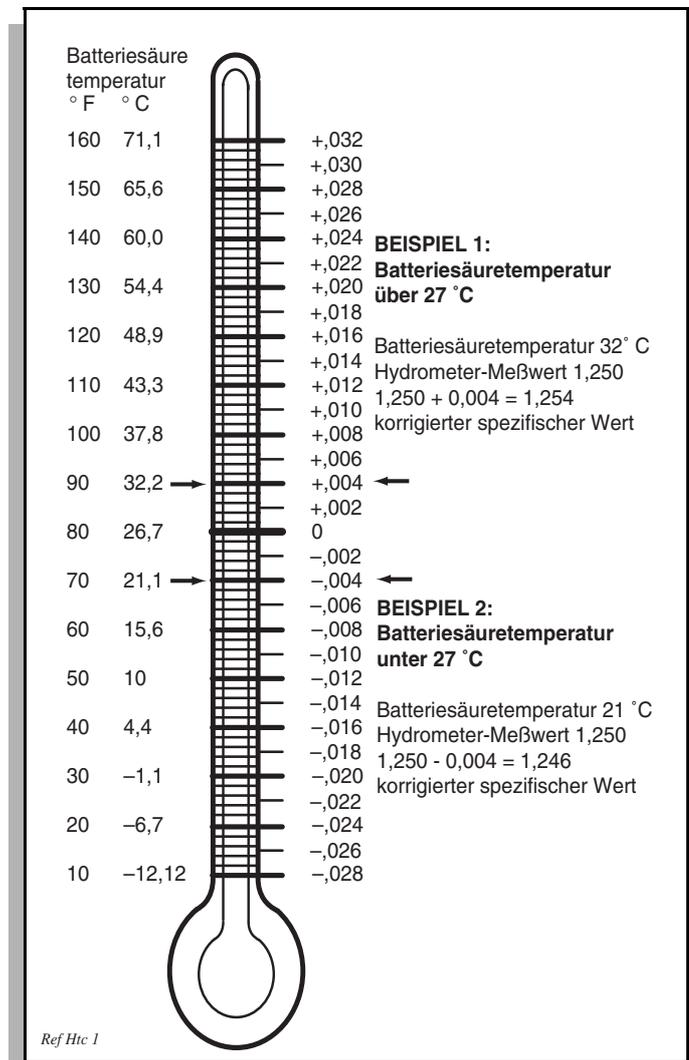

Abb. 31 Hydrometer-Temperaturkorrektur
4. Alle 6 °C über oder unter 27 °C jeweils 4 Punkte (0,004) addieren oder subtrahieren. Den Meßwert auf die Batteriesäuretemperatur abstimmen. Beispiel: Wenn die Messung ein spezifisches Gewicht von 1,250 bei einer Batteriesäuretemperatur von 32 °C ergibt, sind vier Punkte (0,004) zu 1,250 zu **addieren**. Das Meßergebnis ist ein korrigierter Wert von 1,254. Falls die Temperatur 21 °C betrug, vier Punkte von 1,250 **subtrahieren**, was einen korrigierten Wert von 1,246 ergibt (Siehe Abb. 31 auf Seite 26).